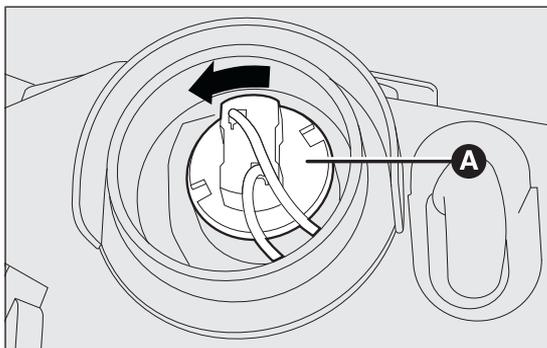

fig. 131
- tourner la douille A fig. 131 dans le sens inverse des aiguilles d'une montre et l'extraire ;